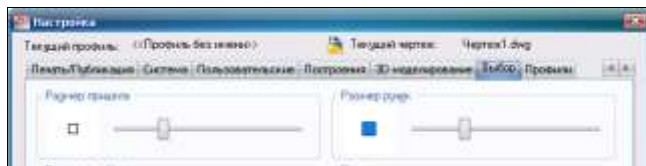

Рис. 1.18
- Выберите вкладку «Выбор», измените размер прицела (30%) шкалы (рис.1.18).